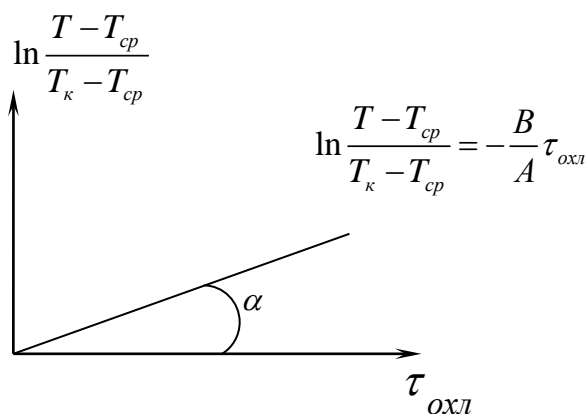

Рис. 3
Линейный график функции (7) в полулогарифмических координатах приведен на рис. 3:
Теперь искомое соотношение констант (B/A) легко отыскать как угловой коэффициент прямой рис. 3.